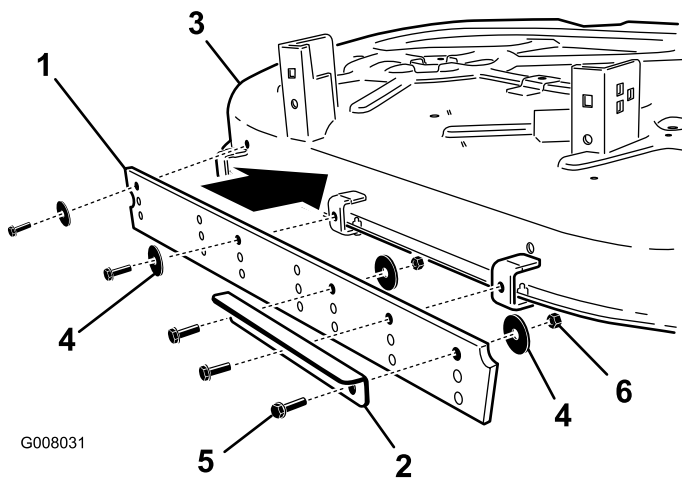

Figura 4
5. Montate la piastra stabilizzatrice sul parasabbia nel punto illustrato in Figura 4 mediante 2 bulloni (1/4 x 3/4 poll.), due rondelle e due dadi di bloccaggio (1/4 pollice).